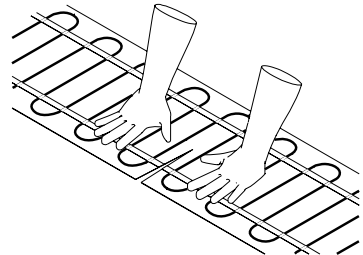

Figure 14
- Si des ondulations surviennent dans le treillis, pratiquer une entaille au centre de la partie ondulée du treillis et aplatir les bords (figure 14).